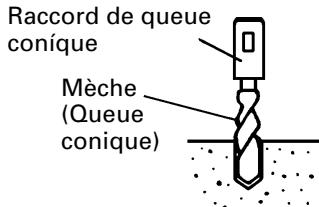
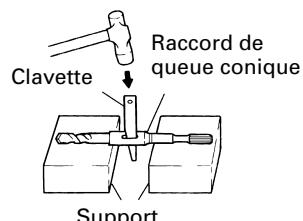

Fig. 11
Fig. 12
- (1) Installer la mèche à queue conique dans le raccord de queue conique. (Fig. 11)
- (2) Mettre l'appareil sous tension et percer un trou de base.
- (3) Après avoir retirer la poussière avec une seringue, fixer le mandrin à la pointe du sabot et l'enfoncer dans le sabot avec un marteau.
- (4) Pour retirer la mèche à queue conique, insérer une clavette dans la fente du raccord de queue conique et frapper sur la clavette avec un marteau. (Fig. 12)